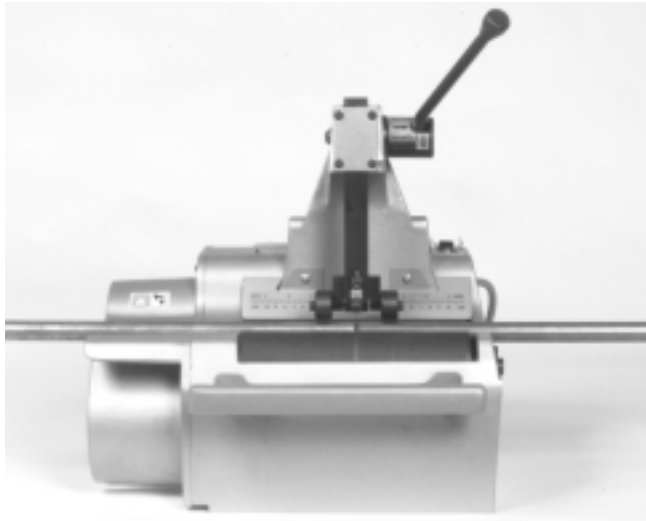

Figure 5 – Rouleaux de soutien du galet de coupe retenant le tuyau en fin de coupe.
8. Relâchez votre appui sur la poignée, tout en maintenant le contact des rouleaux de soutien contre le tuyau (*Figure 5*). Les rouleaux retiendront le tuyau pour l'empêcher de tomber au sol.